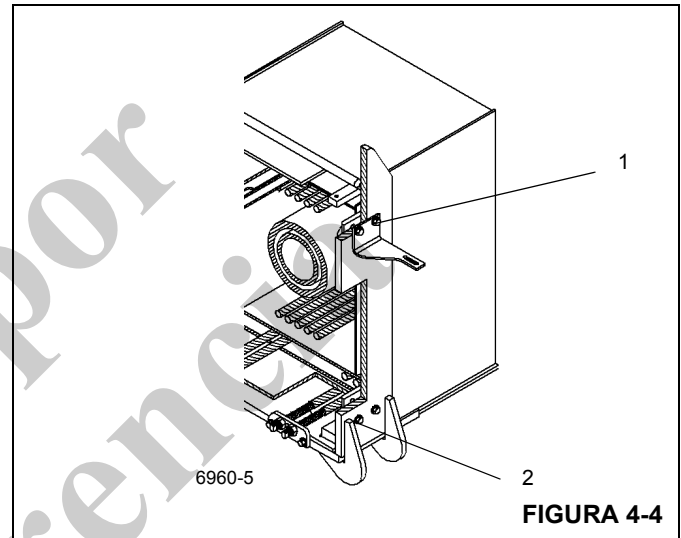

FIGURA 4-4
5. Saque los dos pernos y arandelas que fijan cada almohadilla de desgaste lateral superior (1) e inferior (2) a la parte delantera de la sección de base (Figura 4-4). Retire las almohadillas de desgaste, los suplementos y la escuadra de montaje (parte superior del lado izquierdo solamente).